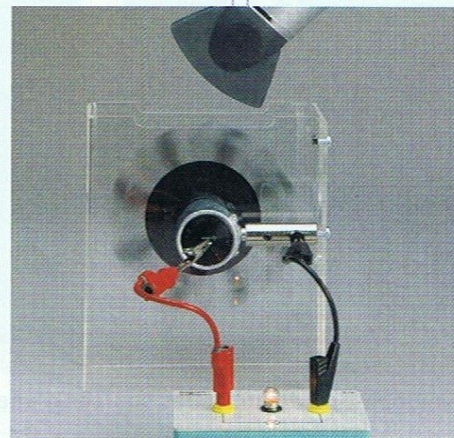

fig. 4
3. Utilisons le courant d'air produit par le sèche-cheveux pour mettre en mouvement la turbine (fig. 4).
- 2) Dans la fig. 2, l'énergie mécanique de l'eau met en mouvement le rotor et dans la fig. 4, c'est l'énergie mécanique de l'air